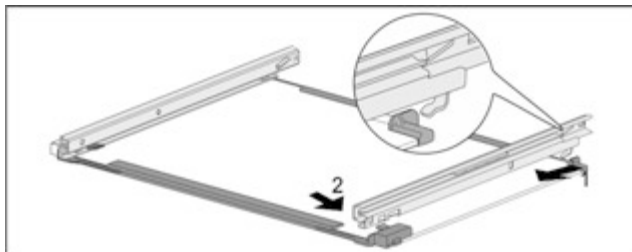

Fig. 134 Скляна пластина з рейками
- ▶ Зачепити рейку ззаду. Fig. 134 (1)
- ▶ Зафіксуйте рейку спереду. Fig. 134 (2)